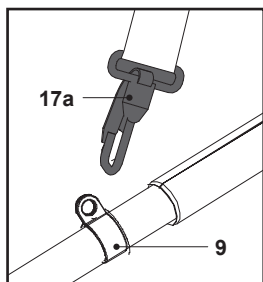

Fig. 7
2. Ajuster la longueur du harnais (17) de façon à ce que le clip de fixation (17a) se trouve à environ 15cm en dessous de votre taille.
3. Fixer le clip de fixation (17a) à la boucle (9) (Fig. 7).